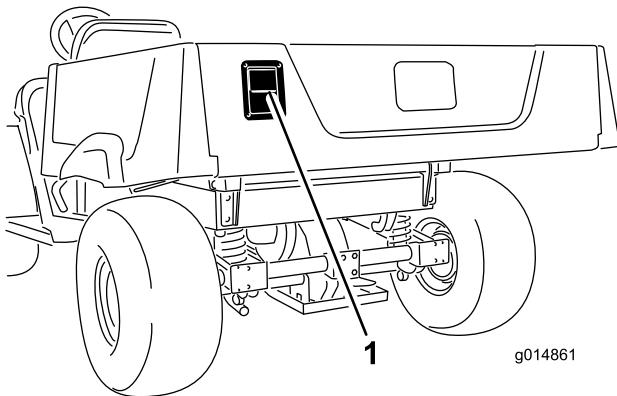

Bild 16
- Ziehen Sie den Riegel zum Öffnen der Heckklappe nach außen und heben ihn an; senken Sie die Heckklappe dann langsam ab (Bild 16).